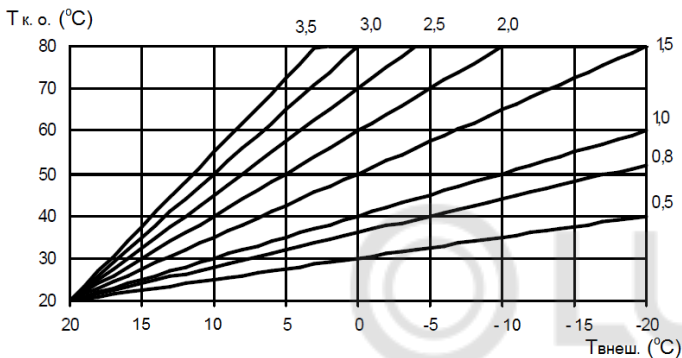

Рис. 3 График зависимости температуры в контуре отопления от внешней температуры при комнатной температуре 20 °C
- с помощью изменения значений коэффициента рассеивания (параметр P14) подобрать наиболее оптимальную температуру теплоносителя в контуре отопления (см. рис. 3)